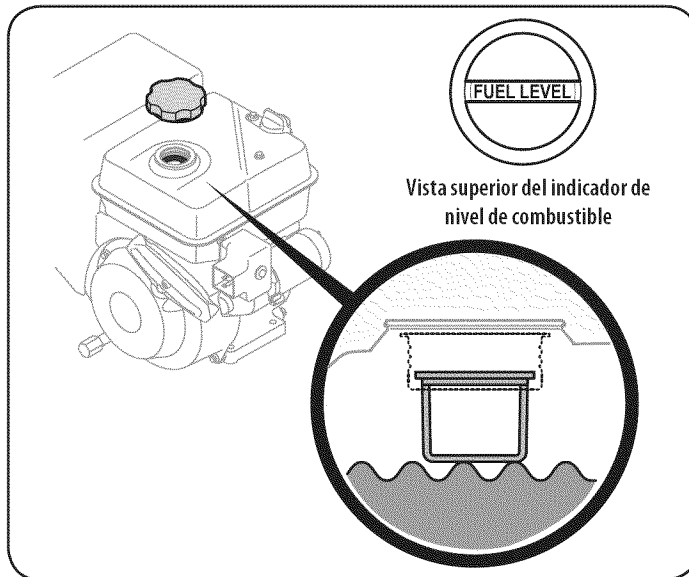

Figure 25
2. En el depósito de combustible hay un indicador de nivel. Llene el depósito hasta llegar al nivel de combustible del indicador; vea la Figure 25. Tenga cuidado para no llenar el depósito en exceso.